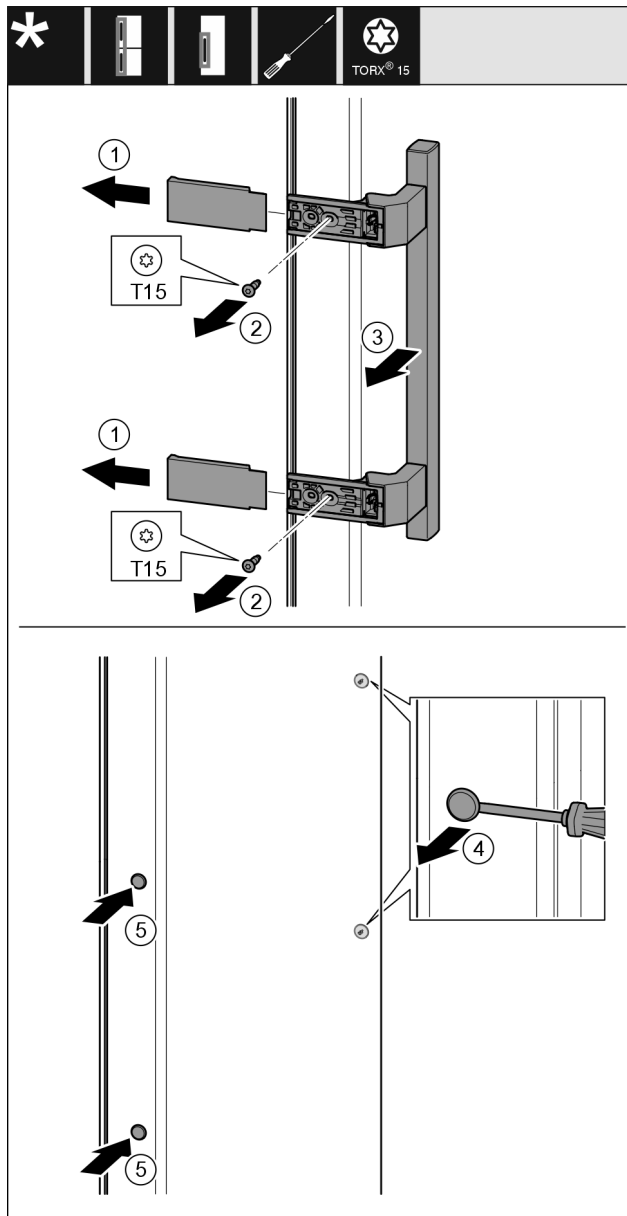

Fig. 19
- ▶ Zdjąć osłonę Fig. 19 (1).
- ▶ Wykręcić śruby Fig. 19 (2) przy użyciu śrubokręta.
- ▶ Zdjąć uchwyt Fig. 19 (3).
- ▶ Podważyć ostrożnie boczną zatyczkę Fig. 19 (4) przy pomocy śrubokręta i wyjąć.
- ▶ Założyć zatyczkę Fig. 19 (5) ponownie z drugiej strony.